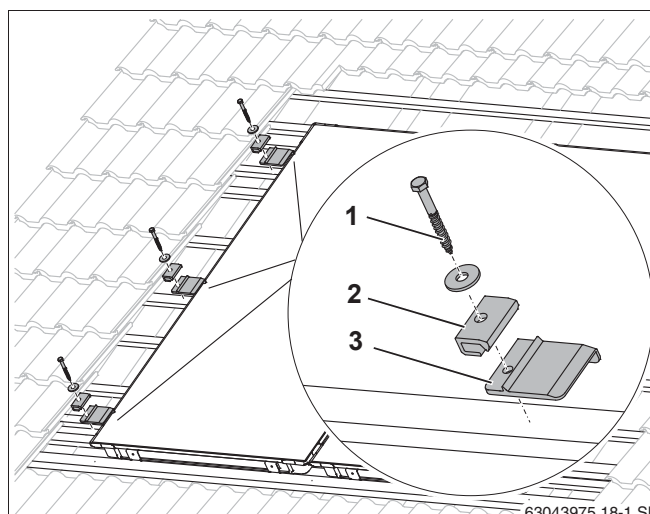

Рис. 29 Установка левого прижима
- ▶ Слегка приподнимите коллектор и сдвиньте вниз под коллектор левые подкладные пластины (рис. 29, **поз. 3**) на 2-ой и 3-ей дополнительных рейках, а также в середине коллектора на имеющейся рейке так, чтобы выступ уперся в край коллектора.
- ▶ Для винта (рис. 29, **поз. 1**) нужно заранее просверлить отверстие сверлом 4 мм.
- ▶ Закрепите односторонний прижим (рис. 29, **поз. 2**), установив винт 6?40 (рис. 29, **поз. 1**) и подкладную шайбу (используйте ключ SW 10).